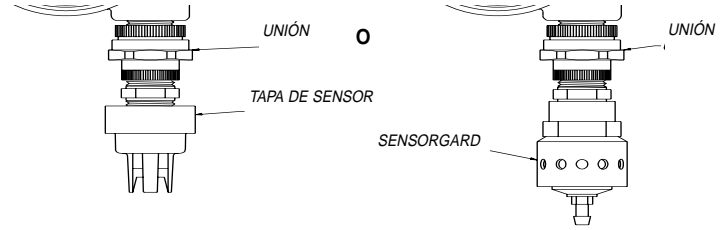

Figura 2. Modelo de sensor enchufable
- Destornille, quite y guarde la tapa negra del sensor de la parte inferior del monitor de gas Ultima (FIGURA 2) o del sensor remoto.
- Con una llave de tamaño adecuado, desenrosque la tuerca grande de la unión librándola y desconecte el sensor (FIGURA 2):